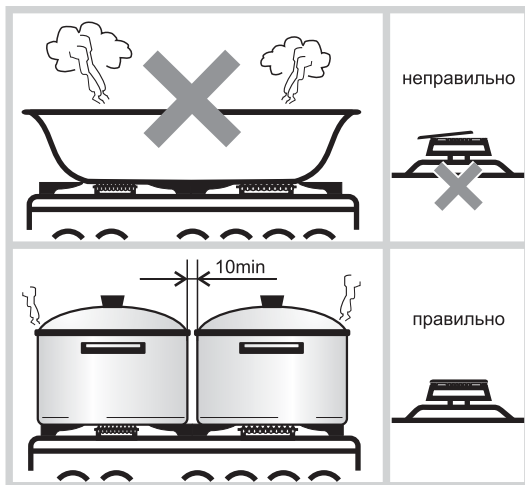

Рис. 14
- Размеры посуды (см. табл. 4 и рис.14) и режим работы горелок нужно выбирать таким образом, чтобы пламя не выходило за края и не «лизало» боковые стенки.